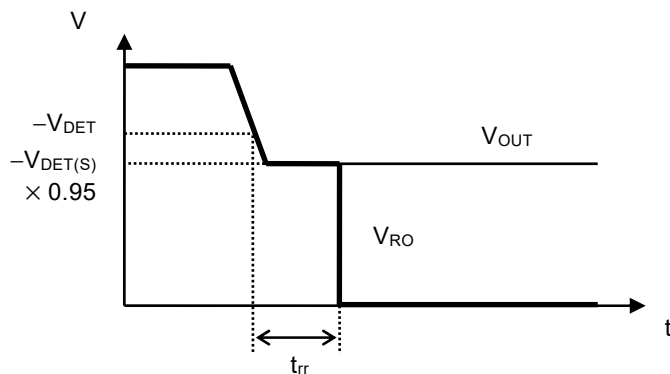

図6 リセット反応時間
*4. V_{OUT} が $-V_{\text{DET}}$ を下回ってから実際にRO端子の出力が反転するまでの時間 (図6参照)。 V_{OUT} が $V_{\text{OUT(S)}} \rightarrow -V_{\text{DET}}$ に変化してから V_{RO} が $V_{\text{OUT}} / 2$ に達するまでの期間を表します。